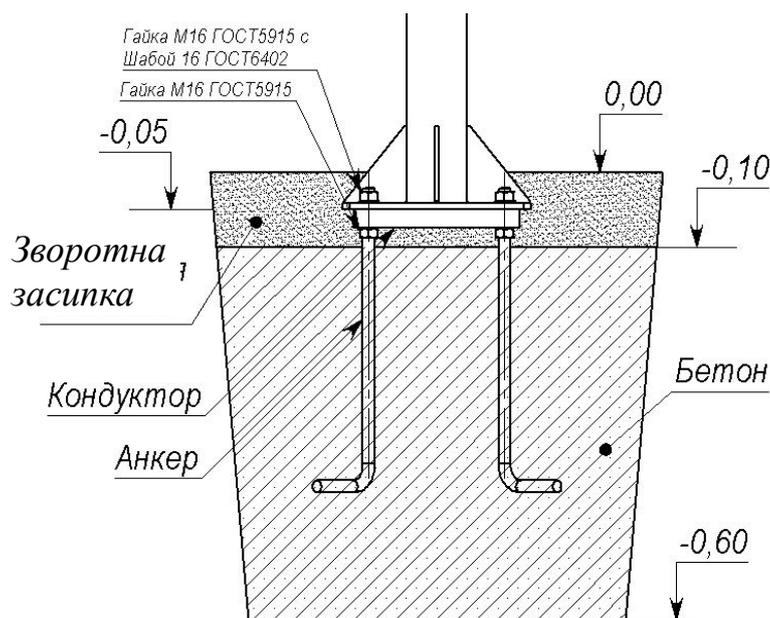

Рис. 1 Схема монтажу фундаментів
- встановити тренажер на кондуктор и затиснути гайками М16 ГОСТ5915 попередньо встановив шайби 16 ГОСТ6402 відповідно на кожний анкер (рисунок 1).